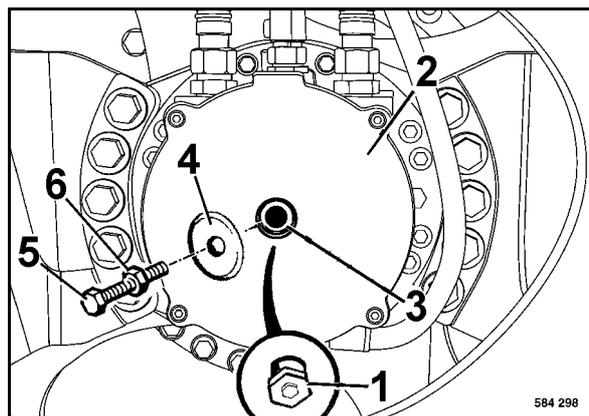

Рис. 113
- Для растормаживания двигателя обода вывинтить резьбовую пробку (1) (Рис. 113).
- Положить упругую зажимную шайбу (4) поверх корпуса тормоза (2) и ввинтить винт